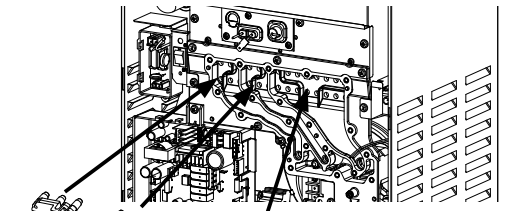

Figure 3
- Consulter la Figure 3 et identifier le bon emplacement pour chaque buse de collecteur Gaz PL. Les attaches de buses sont de deux types : Une petite et une grande. Les attaches de la plus petite buse sont pour les deux sections de gauche et la plus grande est pour la section de droite.
- Installer chaque buse de collecteur gaz PL tel qu'illustré dans la Figure 3.